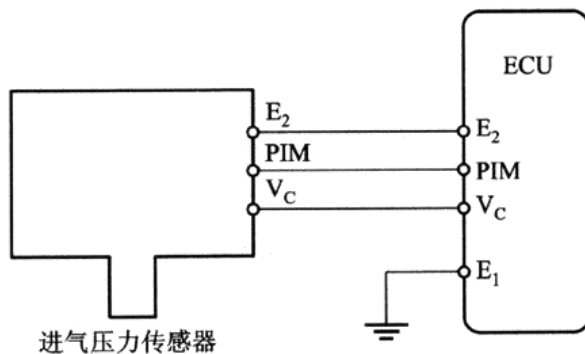

图 2-2-2 皇冠 3.0 轿车 2JZ-GE 发动机用进气压力传感器与 ECU 之间的连接电路
(1) 参考电压检测
①将点火开关置于“OFF”位置，拔下进气压力传感器上的电插。
②将点火开关置于“ON”位置（不起动发动机）。
③万用表电压挡检测传感器电插中的 Vc 和 E2 端子之间的电压，如图 2-2-2 所示。对比标准，如有异常，应检查进气压力传感器与 ECU 之间的线路。